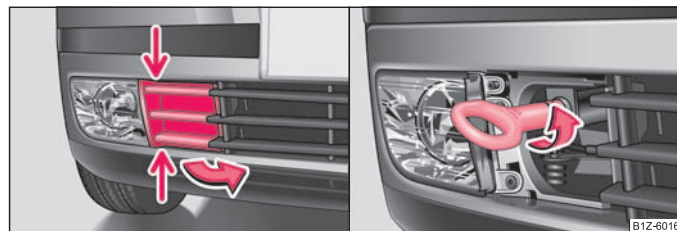

Fig. 141 Paragolpes delantero: Rejilla protectora/montaje de la argolla de remolque
- Presione con la mano en la rejilla (en el extremo más alejado de la matrícula) y aflójela en la dirección de la flecha ⇒ fig. 141 - lado izquierdo.
- Enrosque manualmente la argolla de remolque girándola hacia la izquierda hasta el tope ⇒ fig. 141 - lado derecho. Para apretar se recomienda p. ej. una llave de rueda*, una argolla de remolque de otro vehículo u otro objeto similar que se pueda introducir en la argolla.